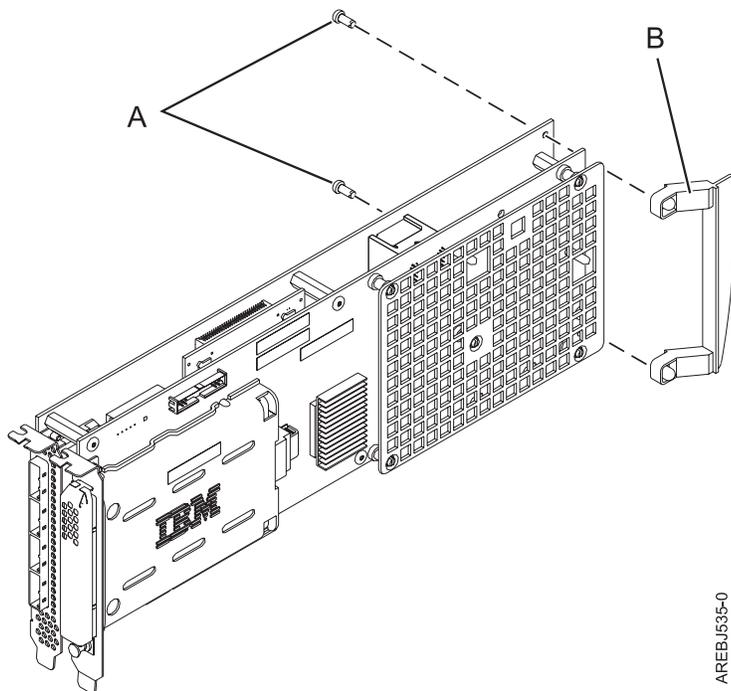

Figura 38. Conexión del asa del adaptador del casete
- a. Extraiga el asa del adaptador **B** según se muestra en Figura 38 en la página 56.